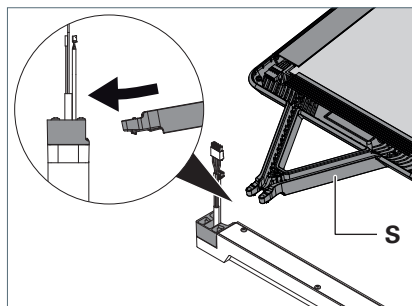

Fig. 12: Montare la testa dell'apparecchio.
1. Inserire il braccio di supporto **S** della testa dell'apparecchio con una leggera inclinazione verso il basso nell'adattatore fino alla battuta, vedere Fig. 12.